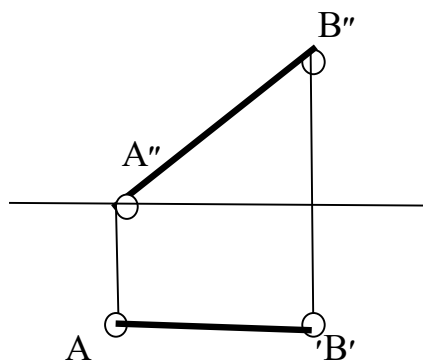

Рис.3.1
2. Так как точка А касается горизонтальной плоскости проекций, то ее фронтальная проекция А "лежит на оси X (Рис.3.1).